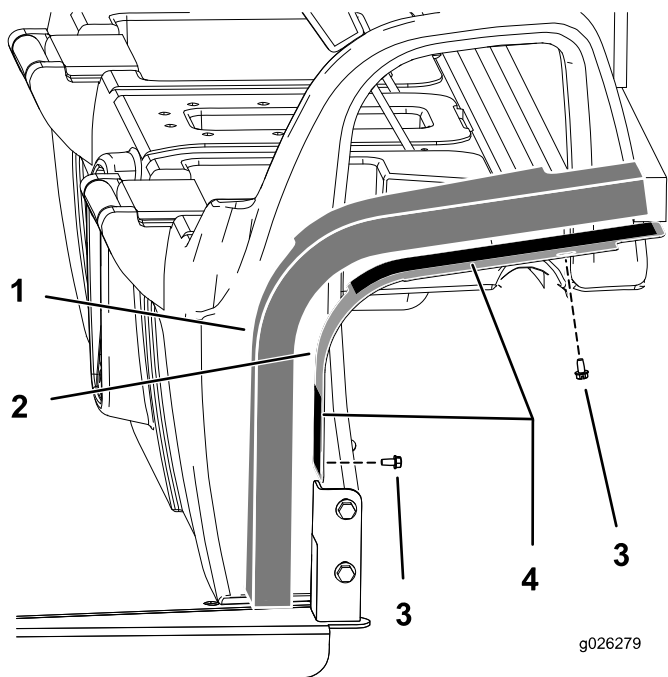

図 6
1. キャブに取り付けプレートを固定するボルト 1/4 インチ 4本を使い、図 6に示すように取り付ける。
3. 取り付けプレートに張り付けてある両面テープの裏紙をはがす 図 6。
4. 発泡樹脂パネルをアセンブリに貼り付ける 図 6。